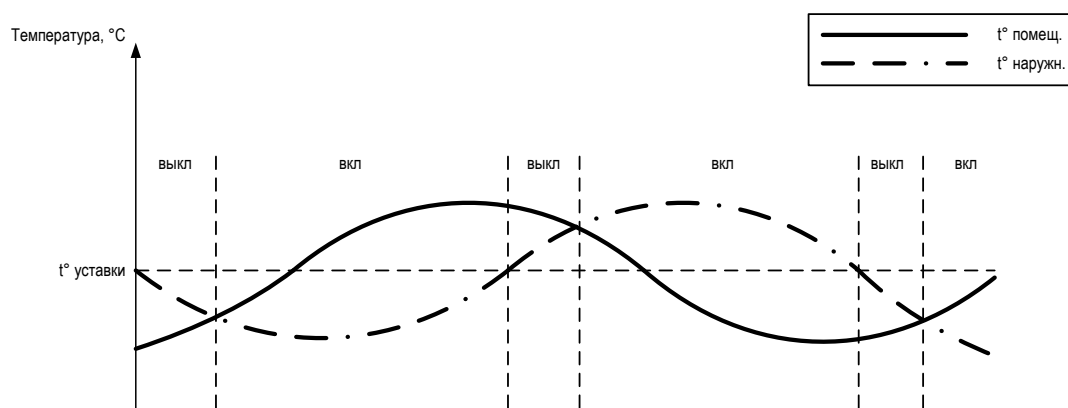

Рис. 2 – Работа рекуператора в зависимости от соотношения температур наружного воздуха и воздуха в помещении
- Температура наружного воздуха выше уставки и температура в помещении выше температуры наружного воздуха ИЛИ температура наружного воздуха ниже уставки и температура в помещении ниже температуры наружного воздуха (см Рис. 2)